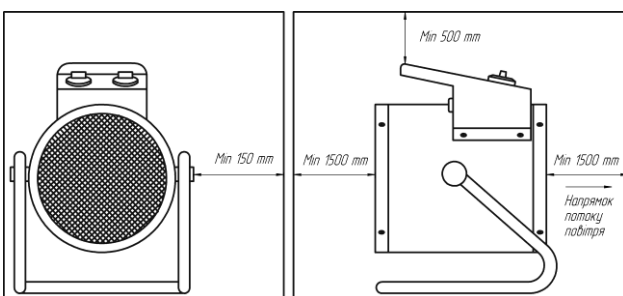

Рисунок 1 Відстані до оточуючих поверхонь
- Не дотримані допустимі відстані до оточуючих тепловентилятор поверхонь, дивись рисунок 1.